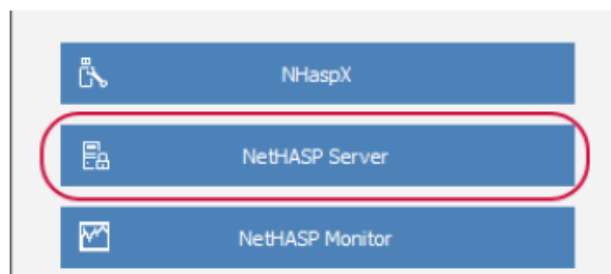

图 2.1 NetHASP Server
2.3 选择 **【Nethasp Server】** 并根据提示安装服务器端程序。见图 2.1。